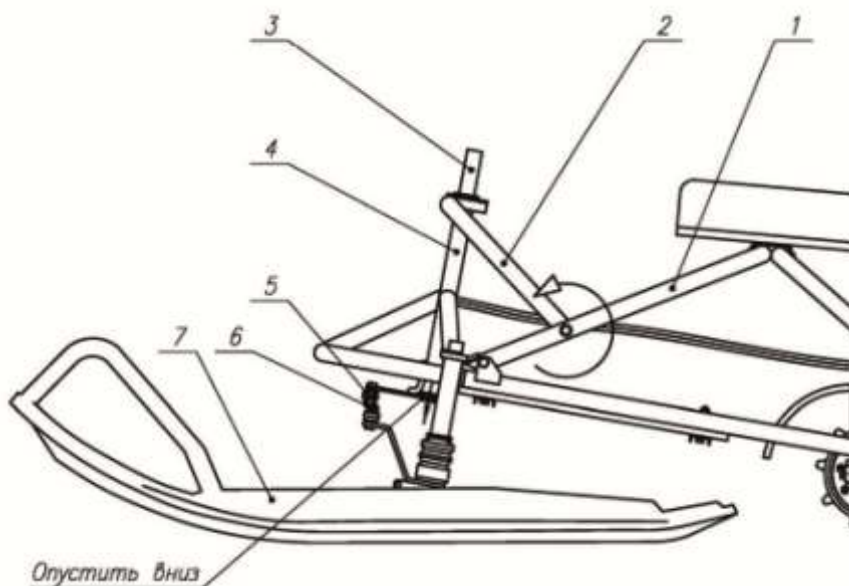

Рис. 5. Установка дуги рулевой вилки
- для установки дуги рулевой вилки на вал руля необходимо см. рис. 5: